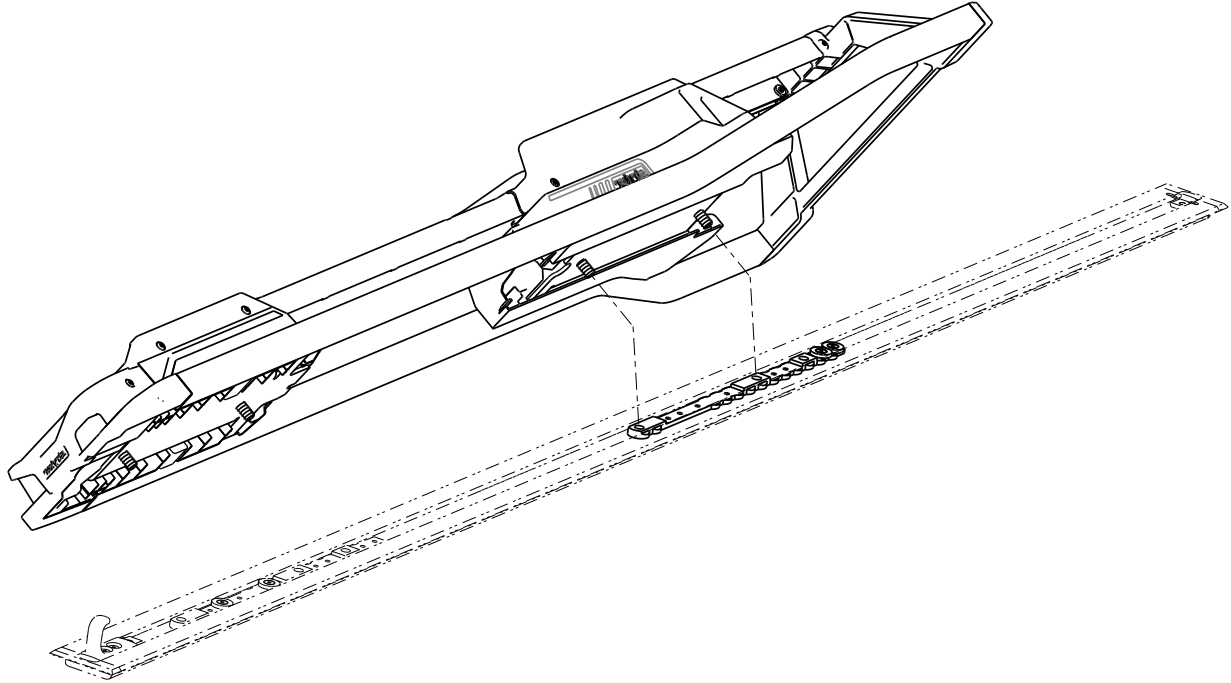

Abbildung 5 – Ausrichtung des Performance-LOAD
1. Das **Performance-LOAD** auf die Bodenplattenbaugruppe legen. Die beiden Bolzen am Kopfende mit den beiden Löchern in der Leiste zur Deckung bringen (Abbildung 5).